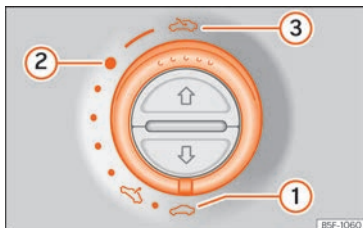

Abb. 110 Im Dachhimmel: Schalter zum Öffnen und Schließen drehen.
- Öffnen: Drehen Sie den Schalter auf die Position »» Abb. 110 ③.
- Komfortstellung: Drehen Sie den Schalter auf die Position »» Abb. 110 ②.
- Schließen: Drehen Sie den Schalter auf die Position »» Abb. 110 ①.
- Der Schalter »» Abb. 110 muss auf der Position „geschlossen“ ① stehen.